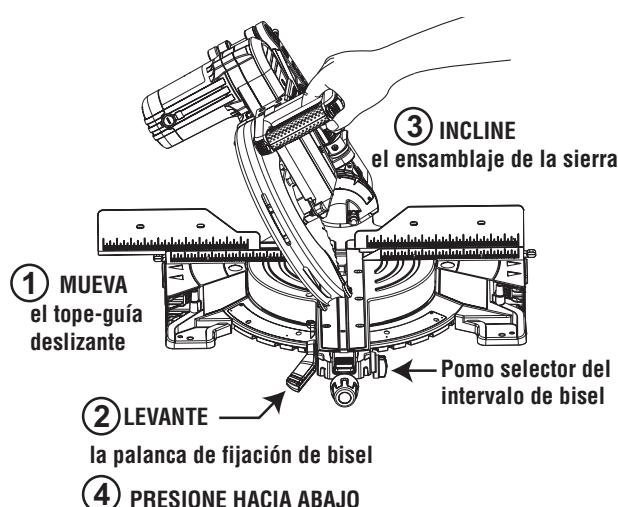

Figura 51
- Mueva el tope-guía deslizante izquierdo hacia fuera para que no toque el ensamblaje de la sierra y fíjelo de nuevo (Figura 51).
- Mueva el tope-guía deslizante derecho hacia fuera para que no toque el ensamblaje de la sierra y fíjelo de nuevo (vea la figura 51).
- Mueva los topes-guía deslizantes izquierdo y derecho hacia fuera para que no toquen el ensamblaje de la sierra y fíjelos de nuevo (vea la figura 51).